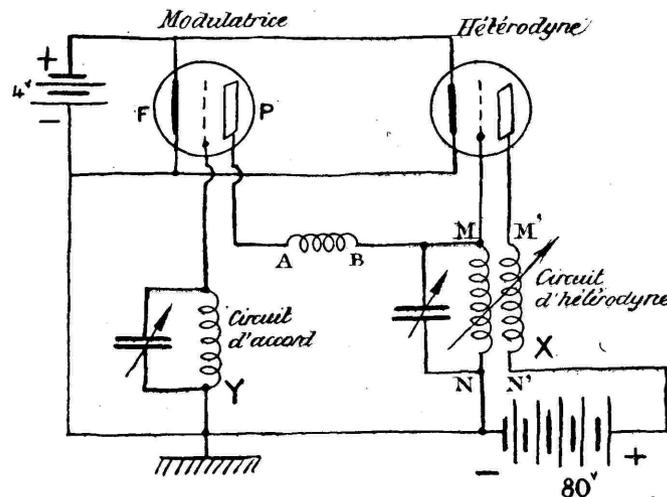

Fig. 7. — Schéma de modulation plaque, dû à M. Jouaust, dit ultradyne.
M. Jouaust a imaginé un tel procédé que nous allons décrire. Il s'agit (fig. 7) d'une hétérodyne ordinaire (à droite) et d'une lampe modu-
(1) Suite et fin. Voir le début dans le numéro 38.